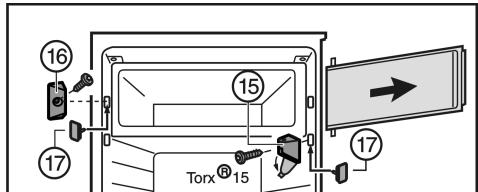

Fig. 6
- Afdekking aan lagerbus Fig. 6 (15) wegklappen.
- Lagerbus Fig. 6 (15) met de vakdeur losdraaien.
- Sluitstuk Fig. 6 (16) losdraaien.
- De vrij geworden gaten met de meegeleverde stoppen Fig. 6 (17) sluiten.